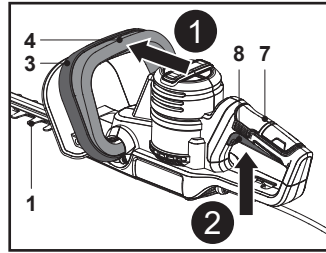

Fig. 5
1. S'assurer que le dispositif de coupe (lame) (1) ne touche aucun objet. Retirer le protège-lame (12) du dispositif de coupe (lame) (1) avant de mettre la machine en marche.
2. Tenir la machine avec une main sur la poignée avant (3) et l'autre main sur la poignée arrière (7).
3. Appuyer sur l'interrupteur de sécurité (4) et le maintenir en position (Fig. 5, étape 1).
4. Appuyer sur l'interrupteur Marche/Arrêt (8) pour mettre la machine sous tension (Fig. 5, étape 2).
5. Relâcher l'interrupteur Marche/Arrêt (8) ou l'interrupteur de sécurité (4) pour mettre la machine hors tension.